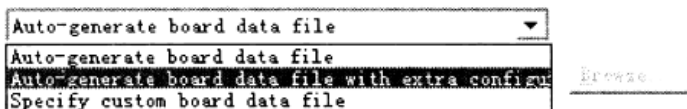

图 1-31 Setup Code Composer Studio v3.3 的配置步骤 4
④ 弹出 Connection Properties 对话框,在 Auto-generate board data file 下拉列表框选择“Auto-generate board data file with extra configuration”,如图 1-31 所示。